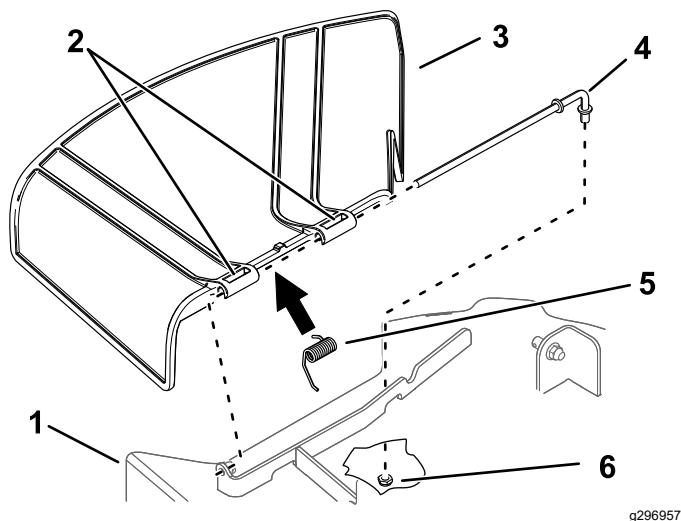

Figure 66
1. Retirez l'écrou ( $\frac{3}{8}$  po) de la tige, sous le tablier de coupe (Figure 66).
2. Sortez la tige du support du tablier, du ressort et du déflecteur d'herbe (Figure 66).
4. Montez le nouveau déflecteur d'herbe (Figure 66).
7. Insérez la tige dans le second pivot du déflecteur d'herbe (Figure 66).
9. Fixez l'extrémité arrière de la tige dans le tablier de coupe à l'aide d'un écrou ( $\frac{3}{8}$  po), comme montré à la Figure 66.